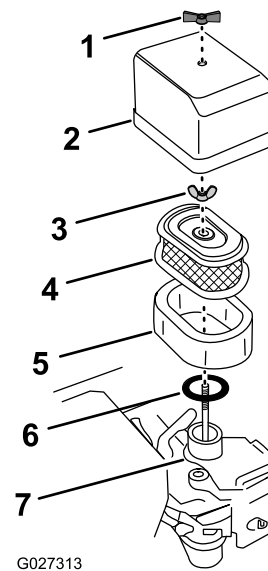

Figura 19
3. Limpie con un trapo la tapa del filtro de aire (Figura 19).
4. Retire la tuerca de orejeta que sujeta la tapa del filtro de aire al carburador, y retire la tapa (Figura 19).
5. Separe el elemento de gomaespuma del filtro del elemento de papel (Figura 19).
7. Retire la tuerca de orejeta que sujeta el elemento de papel del filtro al carburador (Figura 19).
4. Monte el elemento de gomaespuma sobre el elemento de papel del filtro (Figura 19).
1. Limpie la suciedad de la base del carburador y del interior de la tapa con un trapo húmedo (Figura 19).
2. Asegúrese de que la junta de goma está alineada y asentada en la base de montaje del carburador (Figura 19).
3. Alinee el elemento de papel del filtro con el carburador, asegúrese de que la varilla de sujeción del carburador pasa a través de la placa superior del filtro (Figura 19).
4. Sujete el filtro al carburador con la tuerca de orejeta del filtro y apriete la tuerca con los dedos solamente (Figura 19).
5. Alinee la tapa del filtro de aire en los elementos del filtro de aire, pasando la varilla de sujeción del carburador a través de la tapa superior (Figura 19).
6. Sujete la tapa al motor con la tuerca de orejeta de la tapa y apriete con los dedos solamente (Figura 19).